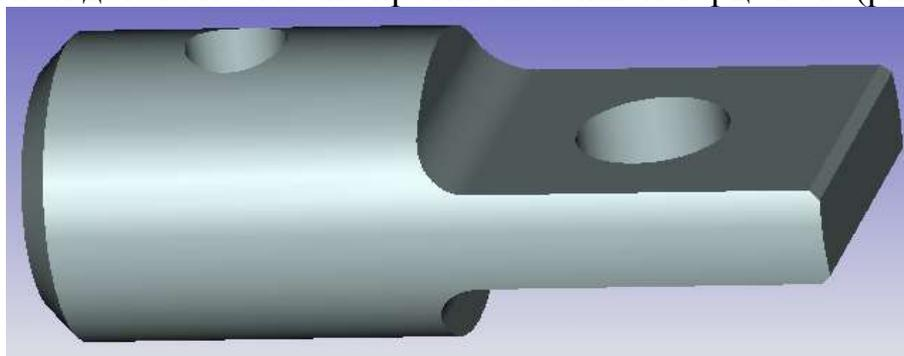

Рис. 13. Создание фасок
10. Используя операцию **Сглаживание**, создайте фаски 1x45° на вырезанных краях детали и 3x45° на противоположном торце вала (рис. 13).